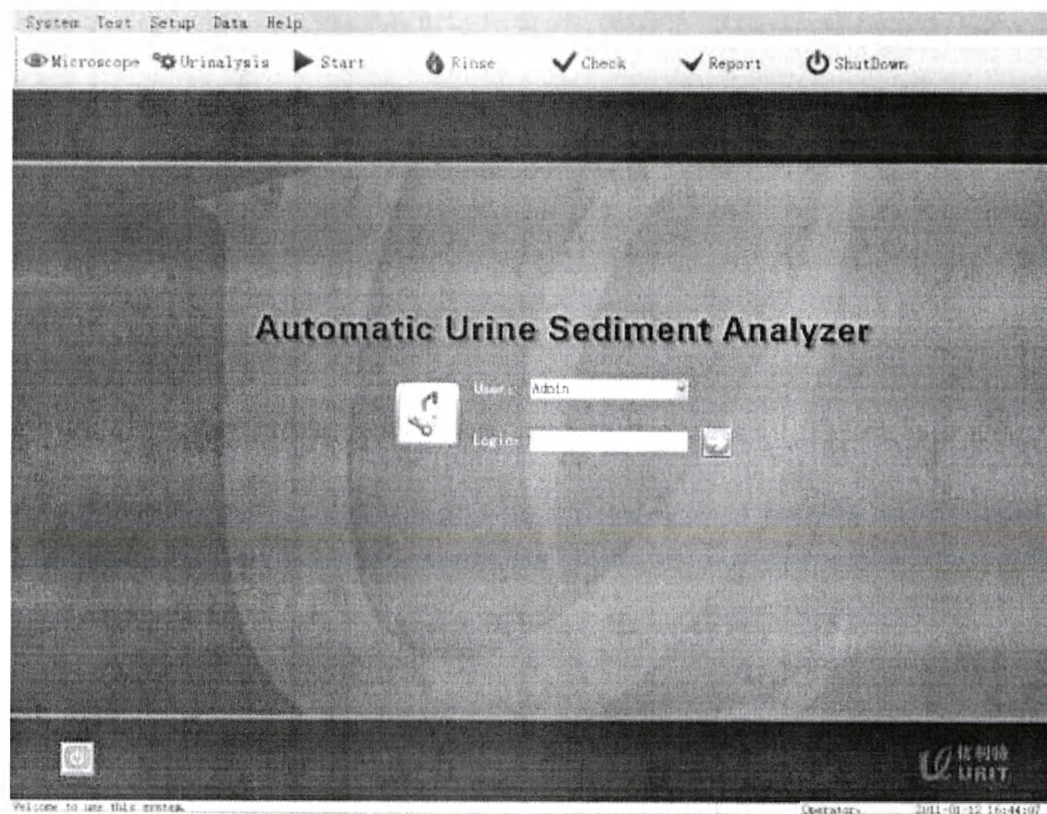

Рисунок 5.8
- Войдите в программу анализатора осадка мочи, после чего появится экран входа в систему, см. рисунок 5.8.